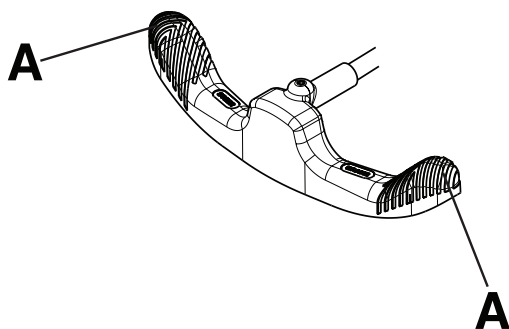

Figure 7 – Utilisation de la pédale de frein/guidage
Remarque - Ne pas appuyer au centre de la pédale de frein/guidage. Toujours appuyer sur le côté extérieur (A) de la pédale de frein/guidage (Figure 7).